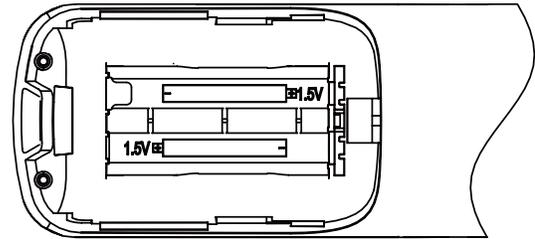

Figura 2.8
3. Extraiga las baterías viejas. Instale dos nuevas baterías AAA según las polaridades positivas y negativas indicadas (consulte la Figura 2.8). Cierre la cubierta de la batería.